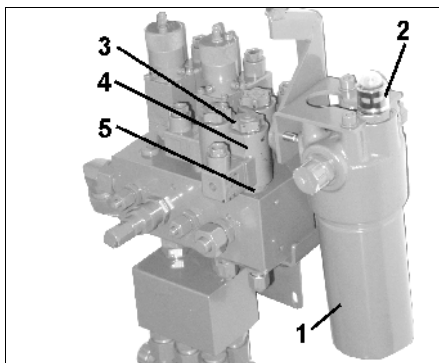

Fig. 62
Under arbeid kan hydraulikkoljefilterets (Fig. 62/1) funksjon kontrolleres på retningsventilen.
Visning i kontrollruten (Fig. 62/2):
- Skru av magnetkappen (Fig. 62/3)
- Fjern magnetspolen (Fig. 62/4)
- Skru ut ventilstanga (Fig. 62/5) med ventilsetene og reingjør med trykkluft eller hydraulikkolje.